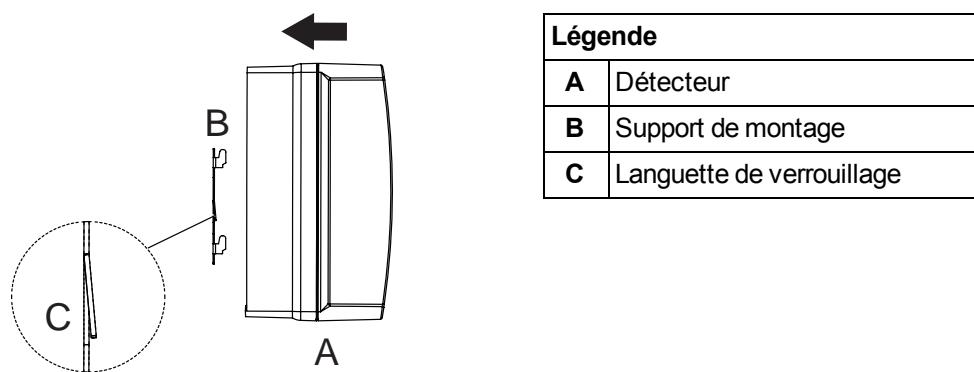

Figure 3-5: Fixation du détecteur
2. Assurez-vous que la languette de verrouillage (C) est plié vers l'extérieur, comme indiqué à la Figure 3-5.
3. Placez les quatre encoches situées à l'arrière du détecteur sur les crochets (D) du support de montage.
4. Faites glisser l'unité vers le bas sur les crochets (D) jusqu'à ce que le mécanisme de verrouillage (C) s'enclenche.